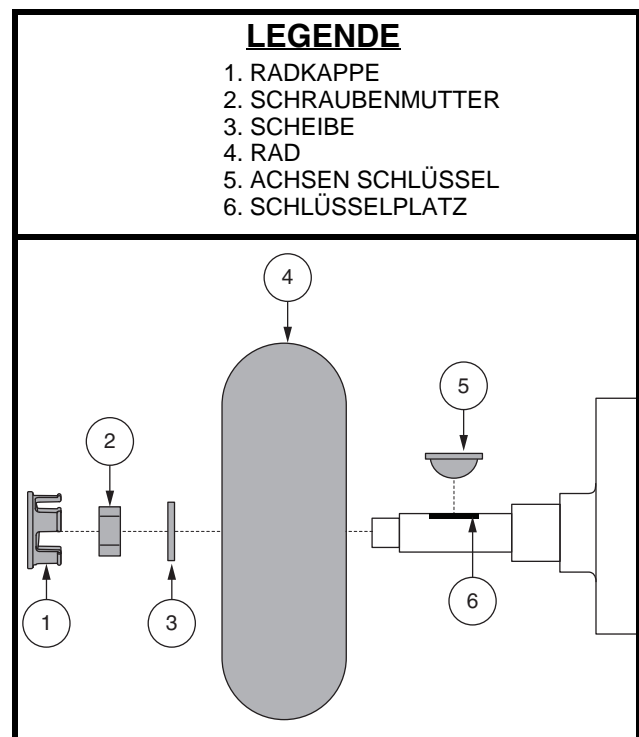

Abb. 24. Reifenradenthebung
3. Entfernen Sie die Schraubenmutter und Unterlegscheibe des Antriebsrades von der Radnabe. **Siehe Abb. 24.**
4. Entfernen Sie die Schraubenmutter und Unterlegscheibe des Antriebsrades von der Radnabe. **Siehe Abb. 24.**
9. Schieben Sie das neue Rad wieder über die Radachse. Versichern Sie sich, dass der Achsenschlüssel in seinem Schlüsselplatz ist. Siehe Abb. 24.